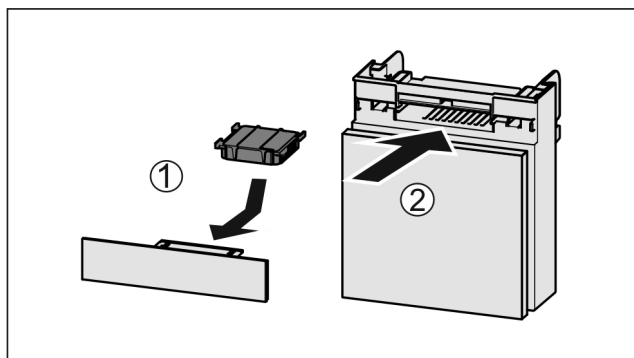

Fig. 117
- Wkładać Fig. 117 (1) filtr z węglem aktywnym zgodnie z ilustracją.
- Wsunąć komorę Fig. 117 (2).